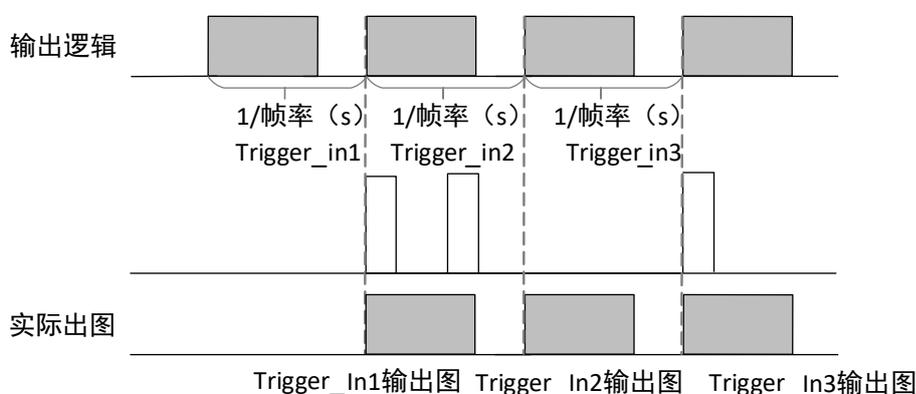

图3-19 第2帧正常处理时序
- 启用触发缓存使能：第2个触发信号被保留，如图3-19所示。